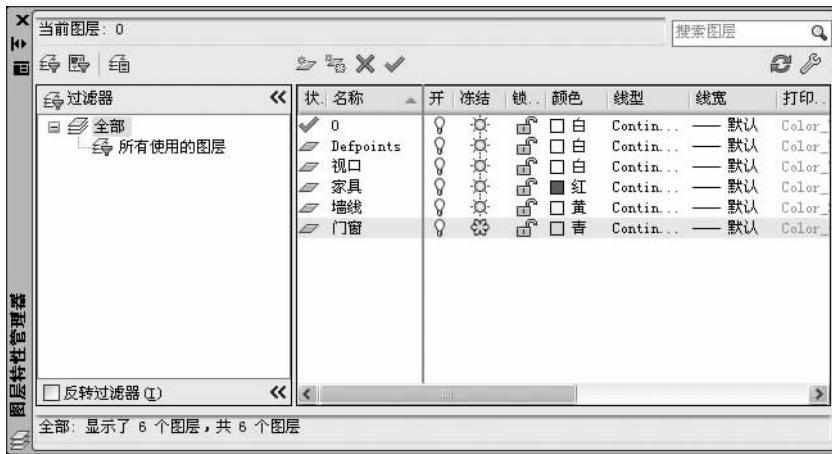

图 2-12 创建完成后的“图层特性管理器”对话框
(1) 单击“新建图层”按钮即可新建一个图层，并显示在对话框左侧的图层列表框中。新建图层将自动以“图层 1”“图层 2”……“图层 n”进行命名。
(2) 新建图层后，可在“名称”列为图层重新命名。图层名最多可包括 255 个字符，其中包括字母、数字、特殊字符和空格，但不能包含<(小于)、>(大于)、“ ”(双引号)、*(星号)等。
(3) 新建图层后，选中某个图层，单击“图层特性管理器”对话框中的“置为当前”按钮即可将其置为当前图层，之后进行绘制与编辑即对该图层生效，而不影响其他图层中的对象。
(4) 设置完成后，单击“确定”按钮即可。图层创建完成后的对话框如图 2-12 所示。
在如图 2-12 所示的“图层特性管理器”中选择某一个图层,单击“删除图层”按钮☒,再单击“应用”按钮保存修改,或直接单击“确定”按钮保存修改并关闭“图层特性管理器”对话框。选定的图层即被删除。